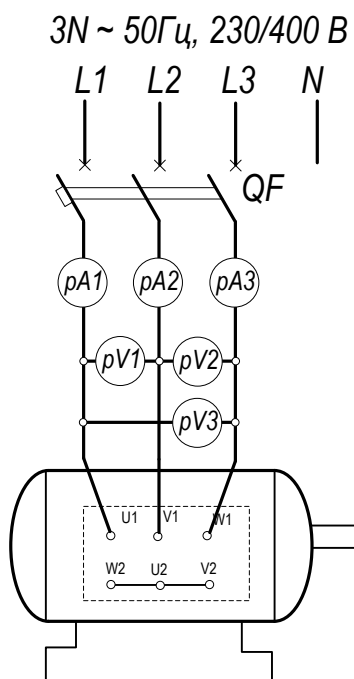

Рисунок 4- Схема проведения опыта холостого хода.
3.1. Собрать схему (рисунок 4).